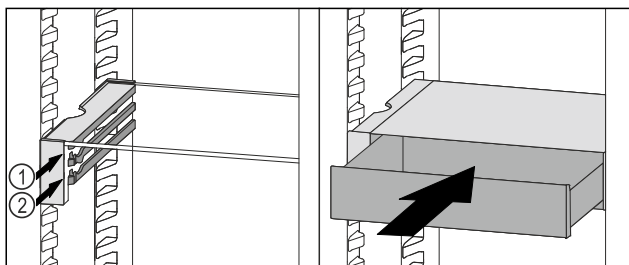

Fig. 121
- 将 VarioSafe 抽屉放置在所需肋梁 Fig. 121 (1) 或 Fig. 121 (2) 上的止动器后面。